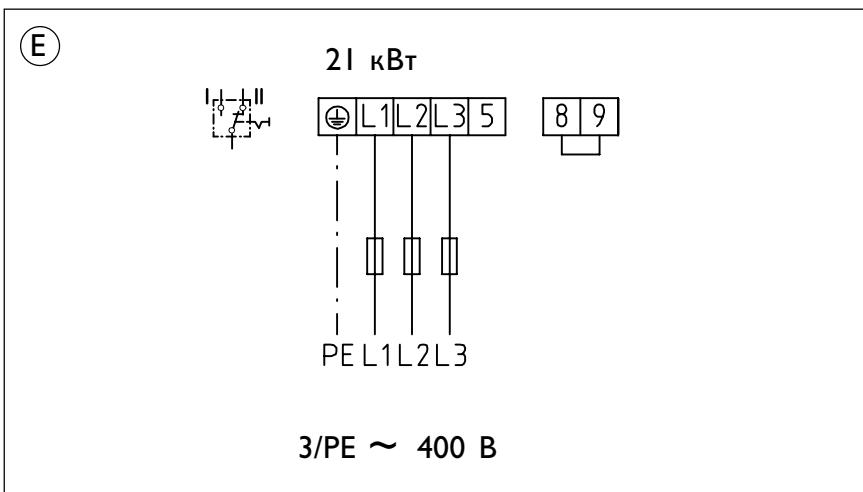

Рис. 15
**(E) Режим однотарифный, рис. 15****(F) Реле сброса нагрузки LR I-A**